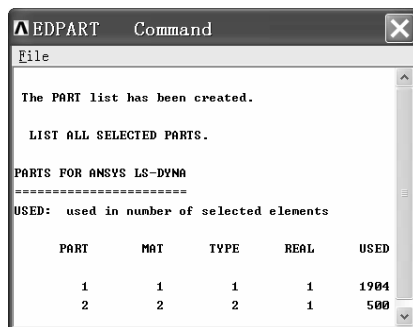

图 6-18 “EDPART Command” 窗口
(2) 保持“Parts Data Written for LS-DYNA”窗口的默认设置不变, 单击该窗口中的“OK”按钮, 弹出“EDPART Command”窗口(见图 6-18)。其中 Part1 为方管, Part2 为落锤。
(3) 单击“EDPART Command”窗口右上角的叉号关闭该窗口。